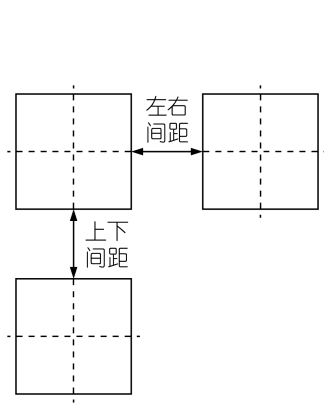

图 1
- ① 仪表安装孔间距请根据不同尺寸及安装支架方式留出合适的距离，必要时仪表允许并排紧密安装方式。建议 A/D/D61/C/E 尺寸左右间距 $\geq 8\text{mm}$ ，上下间距 $\geq 30\text{mm}$ ；B/F 尺寸左右间距 $\geq 30\text{mm}$ ，上下间距 $\geq 8\text{mm}$ （图 1）。